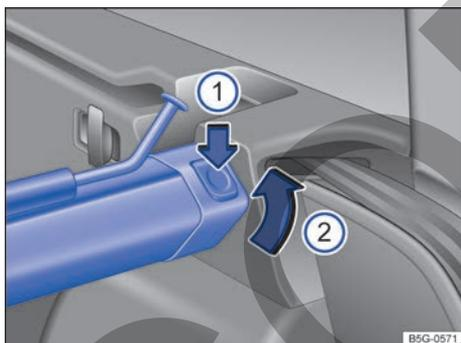

Fig. 164 En el maletero: desmontar la red de separación.
- Presione la tecla de desbloqueo izquierda o derecha → fig. 164 ① en el sentido de la flecha.
- Extraiga la carcasa del soporte en el sentido de la flecha → fig. 164 ②.
- Presione la carcasa en los soportes izquierdo y derecho en el sentido contrario al de la flecha → fig. 164 ②. La carcasa encastra.
En las teclas de desbloqueo → fig. 164 ① deberá dejar de verse una marca roja.